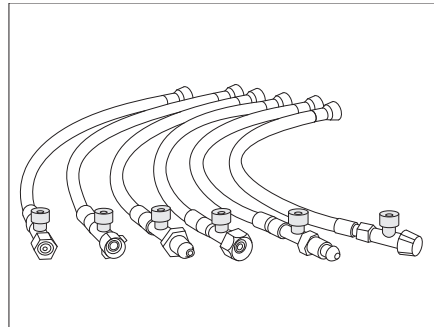

Bild 88 Hochdruckschläuche mit Schlauchbruchsicherung (länderspezifische Varianten)
- Grünen Knopf am Hochdruckschlauch (Bild 88) kräftig drücken.